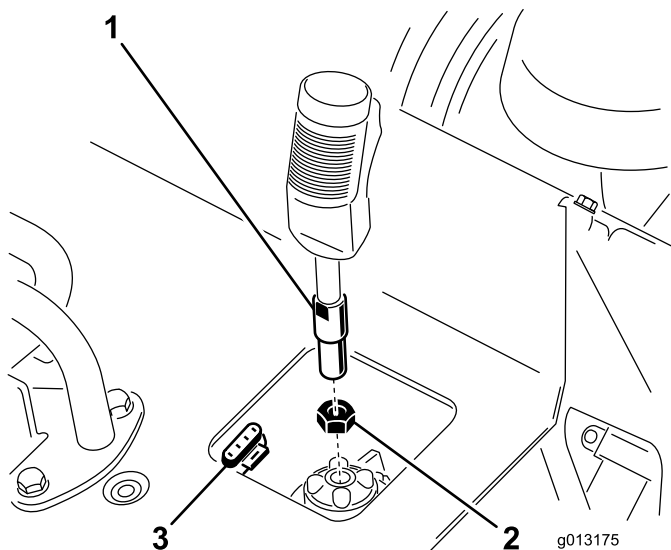

Figura 4
1. Inserite il controdado sulla leva di comando della tranciatrice (Figura 4).
2. Inserite la leva di comando della tranciatrice nella presa sul pannello di controllo (Figura 4).
3. Con il dispositivo di azionamento orientato in avanti, serrate il controdado nella presa per fissare la leva in posizione (Figura 4).
4. Collegate il cavo sulla leva al connettore a 4 poli sotto il pannello di controllo (Figura 4).